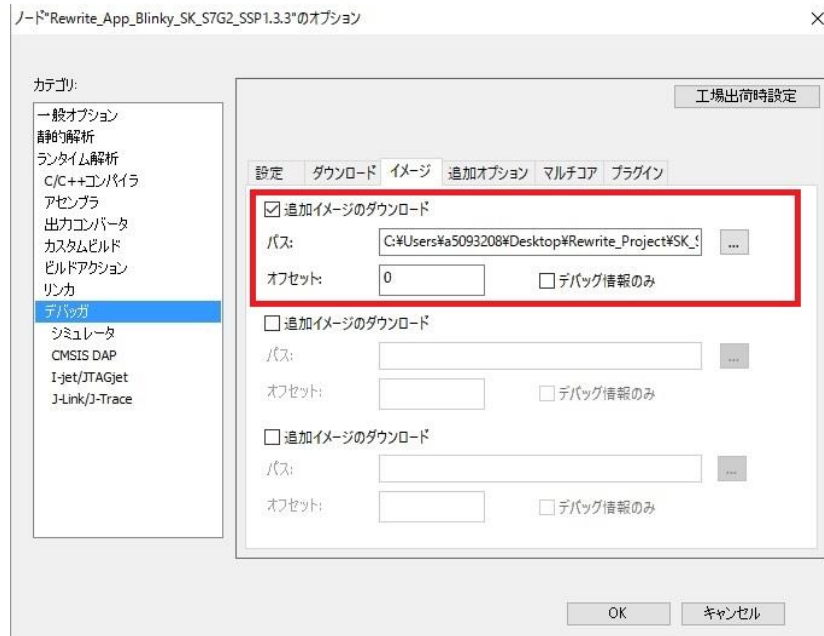

図 20 デバッグ時のイメージのロード(EWARM for Synergy)
4. ワークスペースウィンドウにおいて、Rewrite\_App\_Blinky\_{ボード名}プロジェクト名を「右クリック」→「オプション」を選択。表示されたオプションダイアログにおいて、「出力コンバータ」カテゴリをクリック→「追加出力ファイルを生成」にチェックし、ビルド時に srec ファイルが生成されるようにします。この際、図 20 に示すように出力フォーマットが Motorola になっていることを確認します。
4. 同じく「デバッガ」カテゴリにおいて、「イメージ」タブをクリック。図 20に示すように、「追加イメージのダウンロード」のいずれかにチェックを入れ、パスにフラッシュローダーのプログラム (Rewrite\_FlashLoader\_{ボード名}.out) を指定します。オフセットに「0」を入力します。